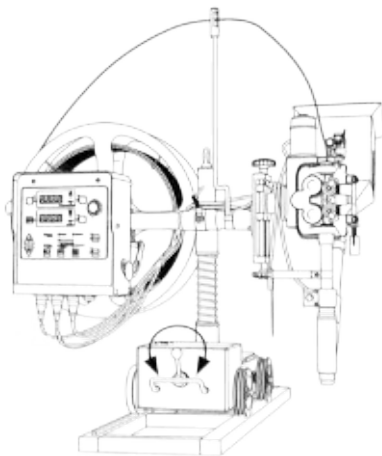

Рис. 8.6. Движение трактора назад/вперед.
5. Потяните рукоятку сцепления для позиционирования св. рочного тр. ктор относительно св. рив. емой дет. ли (см. рис. 8.6).